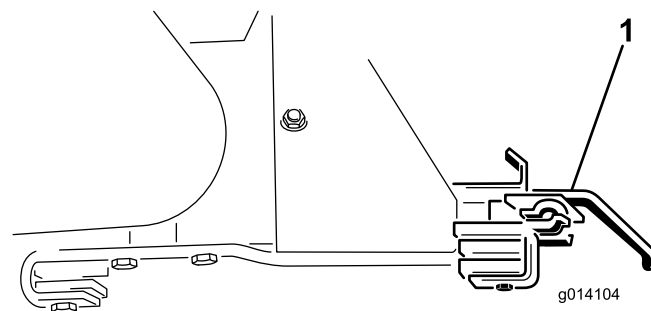

Figura 47
18. Retire os dois suportes de ligação do acessório (Figura 47).